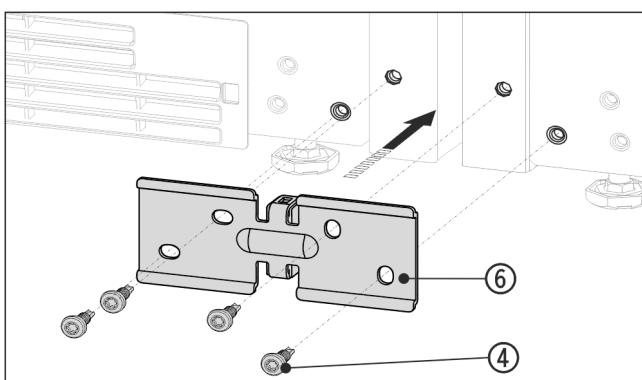

Fig. 12 Beispielhafte Darstellung
- ▶ Winkel Fig. 12 (6) mit dem Distanzstück zwischen die Geräte schieben und mit 4 Schrauben Fig. 12 (4) lose anschrauben.